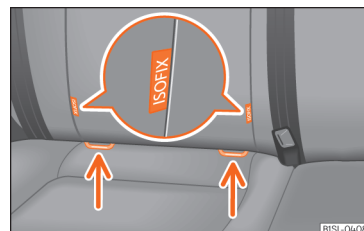

Abb. 27 Am Fahrzeugsitz: Kennzeichnungsvarianten der unteren Kindersitzverankerungspunkte.
- Kindersitz in Pfeilrichtung auf die Halteösen »» » **Abb. 27** stecken. Kindersitz muss sicher und hörbar einrasten.
- Kindersitz auf die Sitzfläche stellen und die Haken der Befestigungsgurte in die Halteösen einhängen »» » **Abb. 27.**